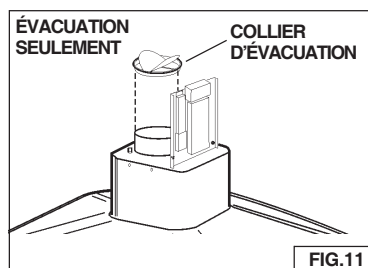

FIG.11
2. Installer le collier d'évacuation dans l'ouverture du conduit d'évacuation. Fig. 11.